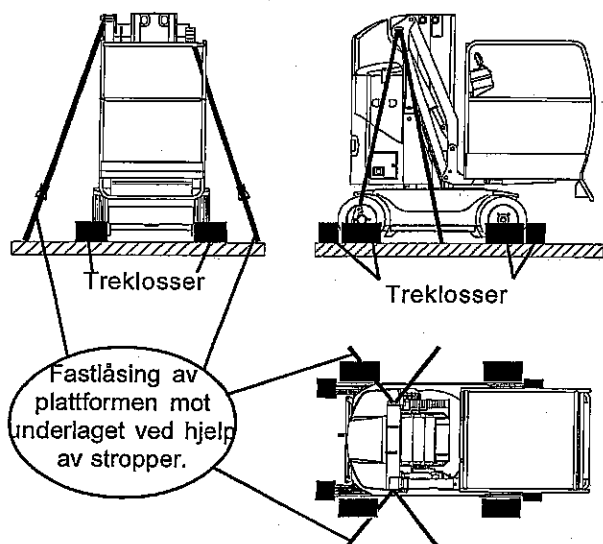

Fig. 6.5 - Transport instruksjon.
- Kil hjulene fast med klosser i begge retninger (Fig. 6.5).
- Stropp og lås maskinen godt fast med stropper (Fig. 6.5).